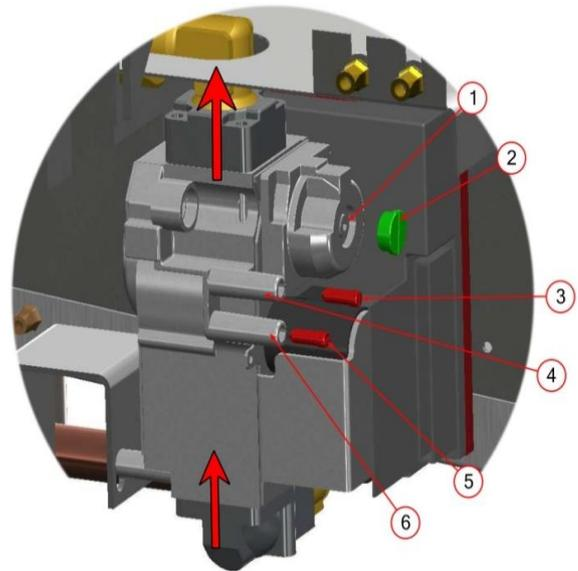

Figure 11
- Enlever la vis (Figure 11 Rep 5) puis brancher le - manomètre sur la prise de pression Rep 6.
- Enlever la vis de protection (Figure 11 rep 2)
- Pour augmenter la pression tourner la vis de réglage dans le sens horaire la vis (Figure 11 Rep 1)
- Arrêter l'appareil, resserrer la vis de protection (Figure 11 rep 2).